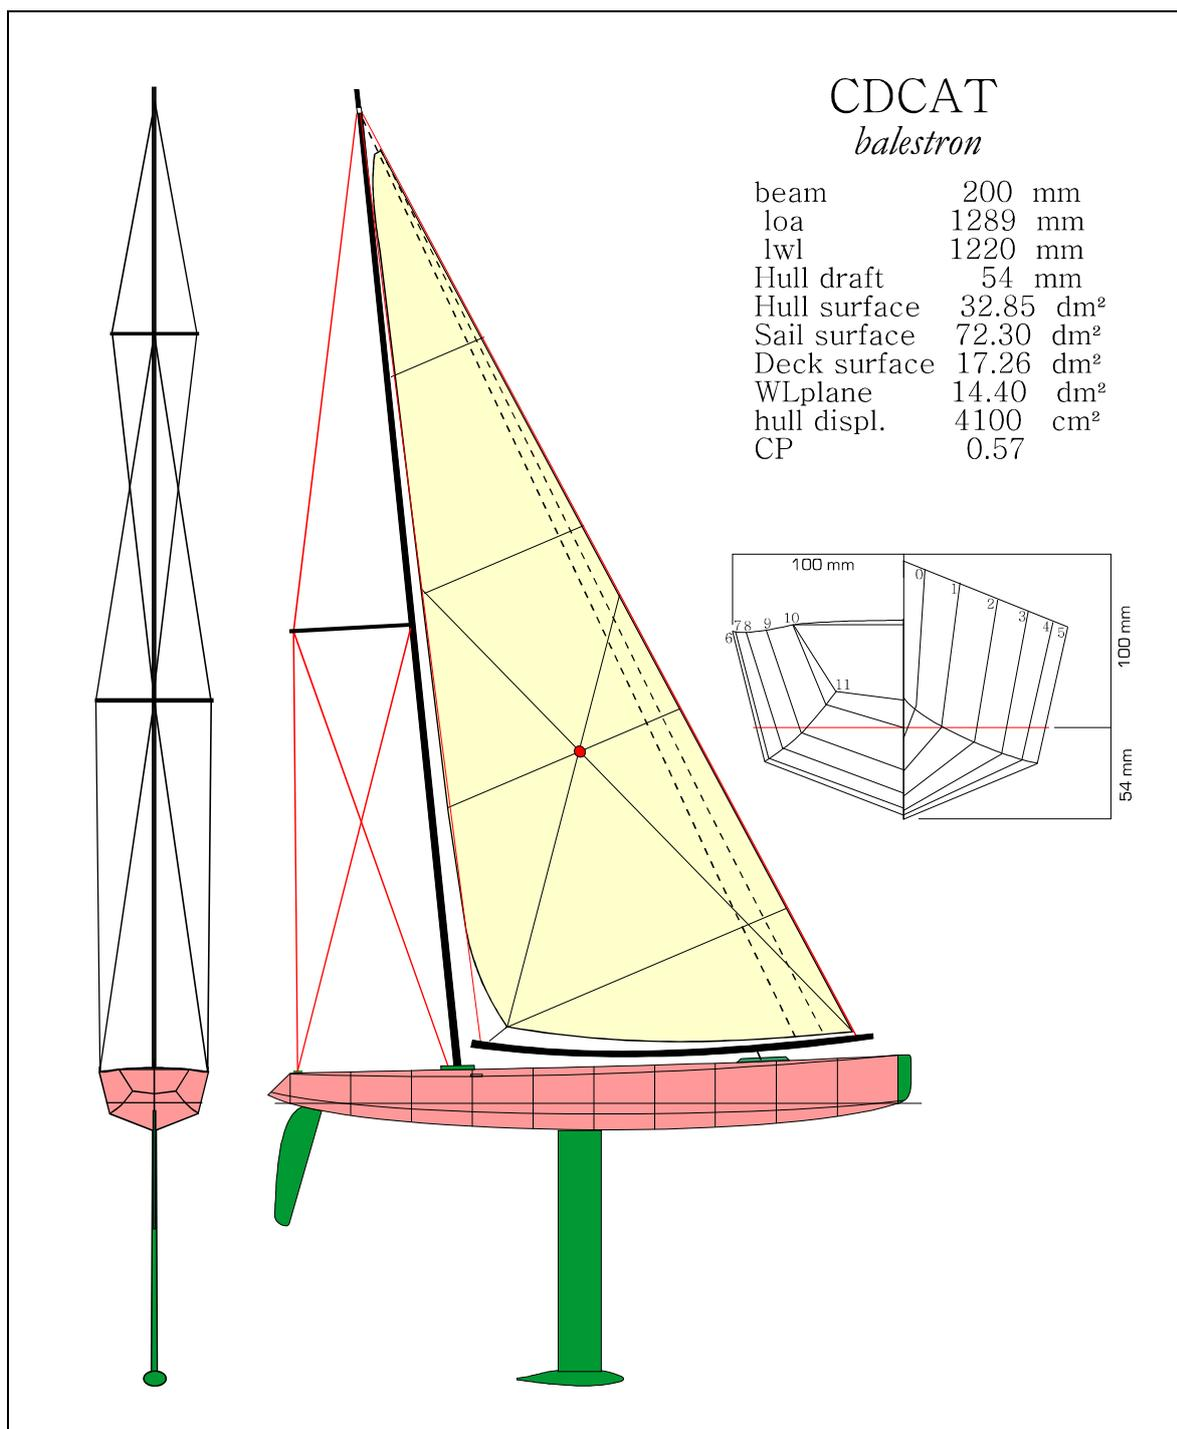

Fig. 80
5. Gréement type Cat - fig. 80 et 81
Ce gréement a déjà fait l'objet, pour la première fois au niveau de Modèle Radiocommandé, d'une recherche sous le nom de CDCAT, voici le plan (Fig. 80) et une photo prise en navigation.